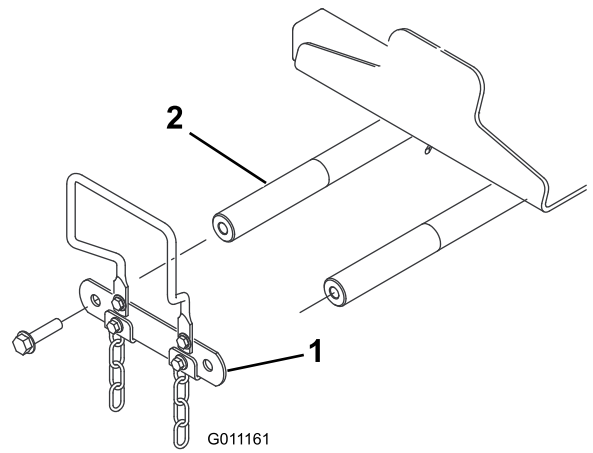

图13
1. 卸下将提升臂枢轴连杆固定至提升臂枢轴的 2 个螺栓，卸下并保留枢轴连杆和螺栓 (图13)。